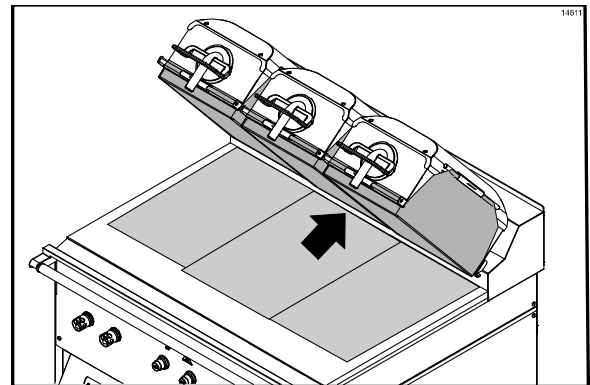

Abbildung 20
11. Die rückwärtige Kante der dritten unteren Trennfolie am rückseitigen Spritzschutz sowie auf die Mitte des Grills ausrichten. Die mittlere Trennfolie überlappt die Kanten der beiden anderen Trennfolien. (Siehe Abbildung 20.)